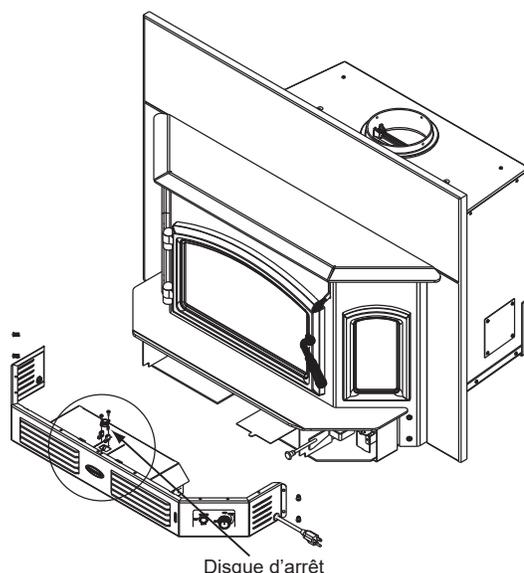

Figure 26.4 - Emplacement du disque d'arrêt
1. L'ensemble de support du disque d'arrêt est situé au-dessus du boîtier du ventilateur (**Figure 26.4**).